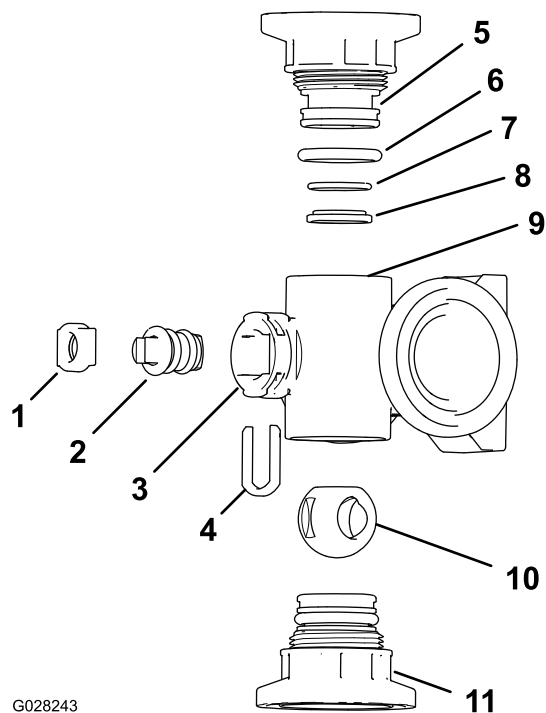
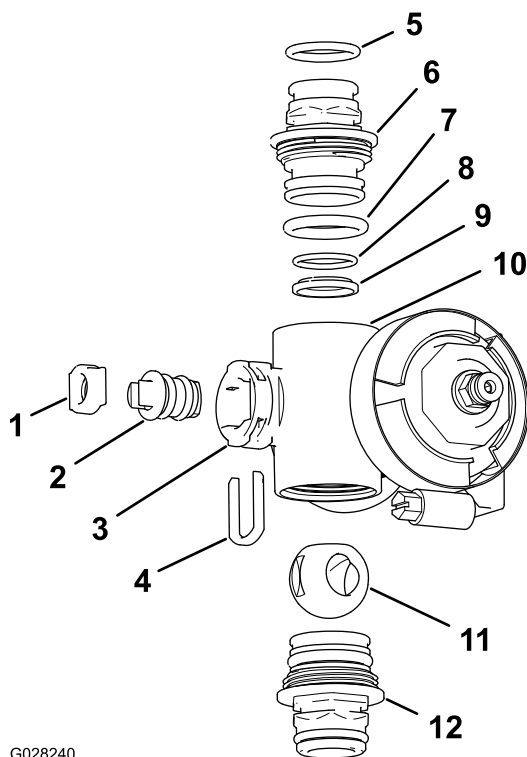

图140
图141
2. 从歧管体的两端拆下 2 个端盖接头组件 图140 和图 141。
4. 从歧管气门芯口的插槽中取下气门芯卡环 图140 和 图141。
5. 从歧管中取下气门芯卡环和气门芯座 图140 和 图141。
6. 将手伸入歧管体并取出气门芯组件 图140 和 图141。
1. 检查出口接头 O 形圈仅限喷洒臂段阀歧管、端盖 O 形圈、反向固定 O 形圈和球阀座是否损坏或磨损 图140 和 图141。
2. 为气门芯涂抹润滑脂然后将其插入气门芯座 图140 和 图141。
3. 将气门芯插入歧管并放好然后使用气门芯卡环固定气门芯和气门芯座 图140 和 图141。
4. 确保反向固定 O 形圈和球阀座对齐并在端盖接头中放好 图140 和 图141。
5. 将端盖接头总成安装到歧管体上直至端盖接头凸缘接触到歧管体 图140 和 图141 然后再将端盖接头旋转 1/8 1/4 圈。